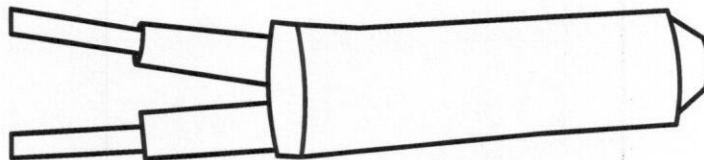

Рис. 13.
7.8. Для изоляции концевых соединений используются перчатка-полумуфта с двумя кабельными выводами, а работы по изоляции проводятся аналогично п.п. 7.1. – 7.7. (рис.13).